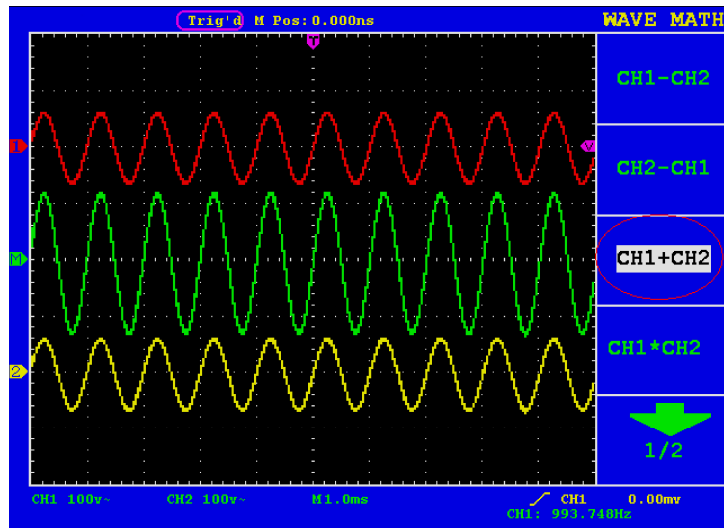

Abb. 26 Wellenformergebnis der Addition von Kanal 1 und 2
- Drücken Sie die Menüauswahl Taste **F3** und wählen Sie **CH1+CH2**. Die berechnete Kurve M erscheint in Grün auf dem Bildschirm; drücken Sie die Menüauswahl Taste **F3** erneut, um die Wellenform M zu löschen (siehe Abb. 26).